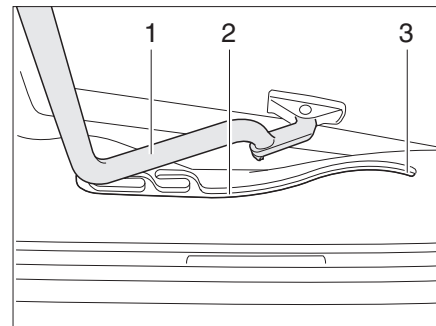

Bild 23 Kipp-Dachhaube, Führung
- Den Bügel (Bild 23,1) in den Führungen (Bild 23,2) bis in die hinterste Position (Bild 23,3) ziehen.
- Den Bügel (Bild 23,1) mit beiden Händen leicht nach oben drücken.
- Den Bügel in den Führungen (Bild 23,2) bis zur gewünschten Stellung ziehen.